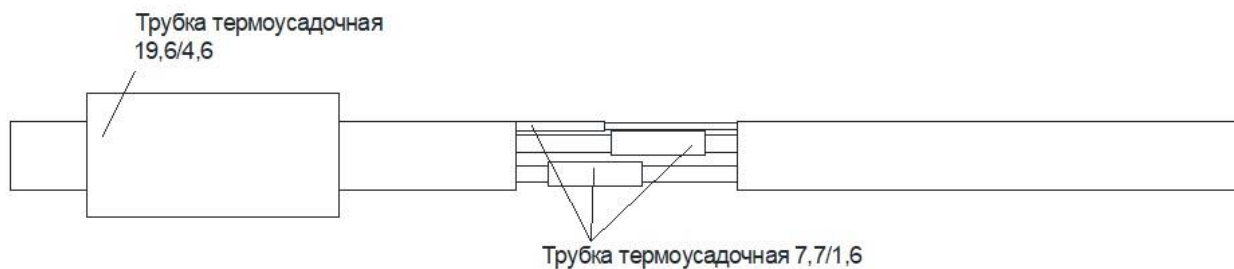

Рисунок 4.
2.12. Надвинуть термоусадочные трубки 7,7/1,6 30 мм на обжатые гильзы так, чтобы гильза была полностью закрыта термоусадочной трубкой! Усадить термоусадочные трубки воздушным термопистолетом. Рисунок 4.